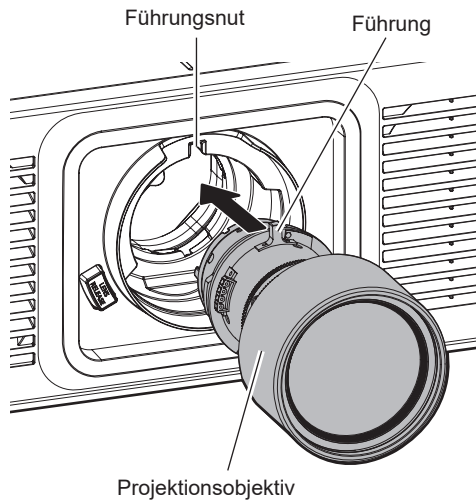

Abb. 2
2) Die Projektionsobjektiv-Führung an der Führungsnut am Projektor ausrichten und bis zum Anschlag einsetzen. (Abb. 2)